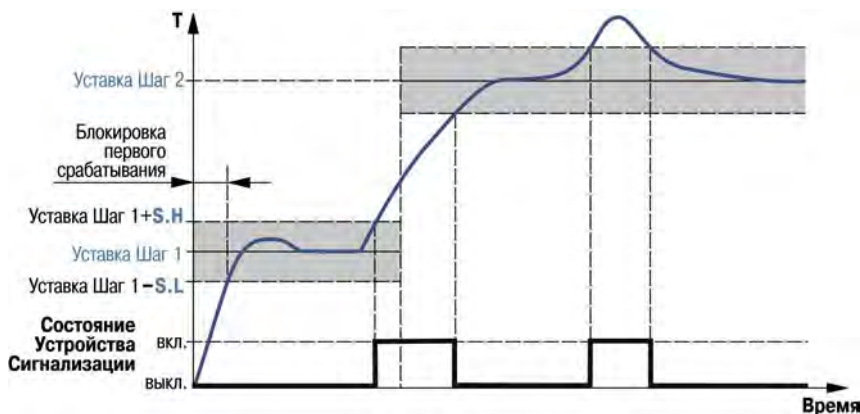

Рисунок 3.8 - Пример логики работы и блокировки срабатывания Устройства сигнализации при U-образной логике
2) при выходе регулируемой величины за заданные пределы – U-образная логика ($\text{SiG.t} = \text{S.otn}$) (рис. 3.8);